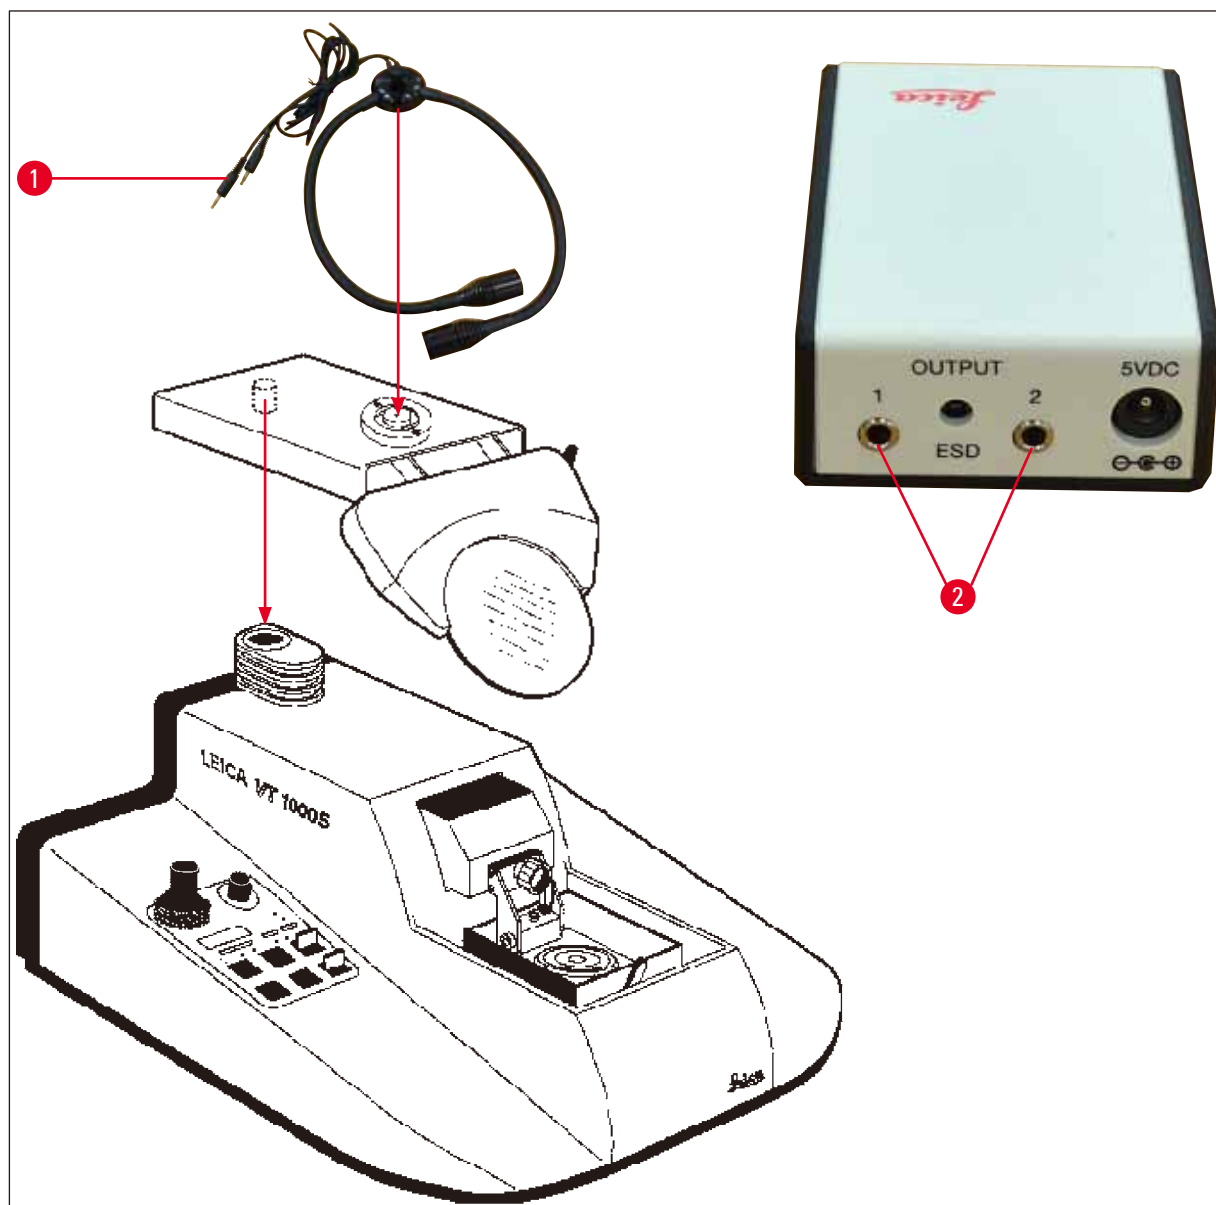

Fig. 9
7. Tilslut lupholderen med modul-LED Hi-Power spots, 2-arm, som vist i (→ Fig. 9). Sæt stikket (→ Fig. 9-1) på modulets LED Hi-Power spots, 2-arm, i stikket (→ Fig. 9-2) på modulets Hi-Power spot, LED 1000.